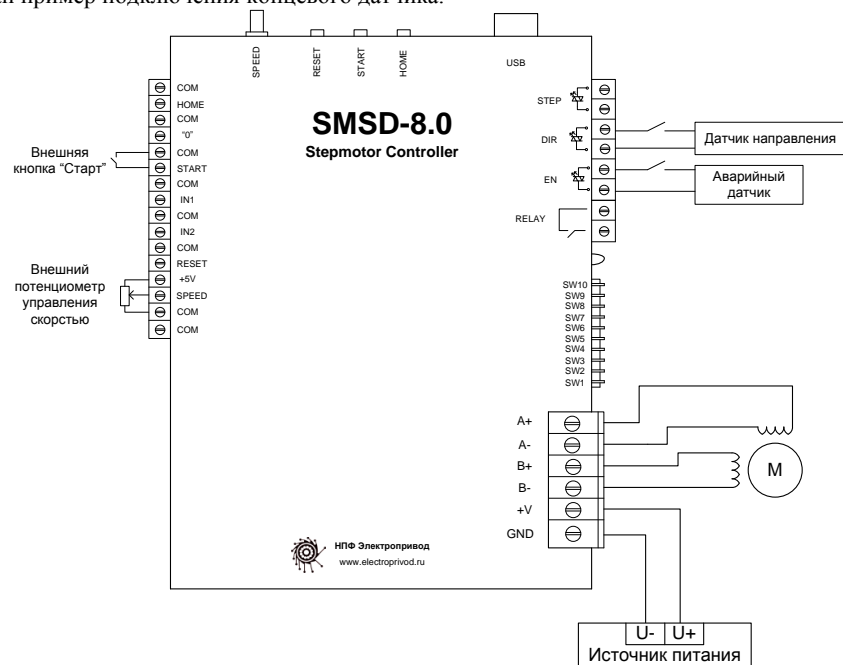
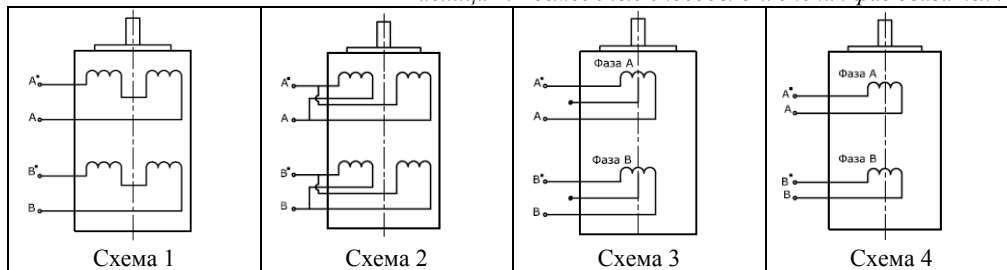

Рис.2. Пример схемы подключения блока SMSD-8.0 в ручном режиме управления
Рис.6. Пример схемы подключения концевого датчика к блоку SMSD-4.2
1. Выполните соединение блока с ШД, датчиками и источником питания согласно монтажным схемам рис.2 – 5.
Схемы подключения блока в различных режимах работы приведены на Рис. 2 - 5. На рис.6 показан пример подключения концевого датчика.